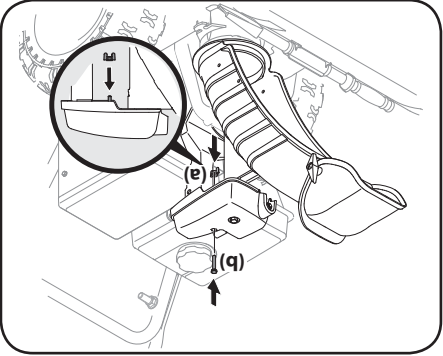

Figure 2-32
3. Continuez l'installation de la goulotte sur son support avec l'écrou à oreilles (a) et la vis hex. (b) retirées au paragraphe 1. Voir la Figure 2-32.